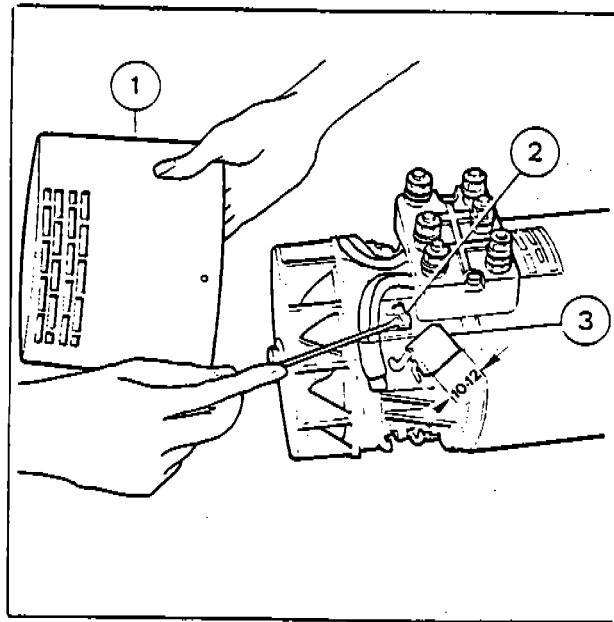

Fig. 44
1) Sfilare la calotta protettiva (1-Fig. 44) togliendo le viti di fissaggio.
2) Sollevare con utensile adeguato (cacciavite ecc.) la molla (2-Fig. 44) di pressione e sfilare le spazzole (3-Fig. 44) dalla sede.